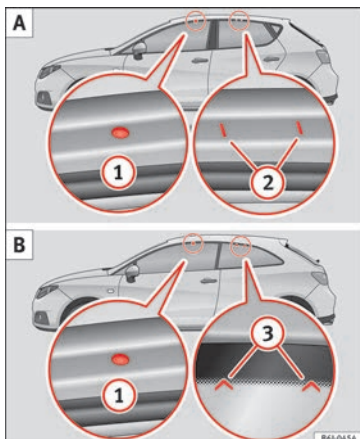

Fig. 162 Ibiza/Ibiza SC : points de fixation des barres longitudinales pour la galerie porte-bagages du toit.
Les points de fixation avant et arrière ① et ② peuvent uniquement se voir avec les portes ouvertes » **fig. 162 A.**
Les points de fixation avant ① peuvent uniquement se voir avec les portes ouvertes ; les points de fixation arrière ③ sont marqués sur le bord supérieur de la vitre latérale avec des pointes de flèche » **fig. 162 B.**